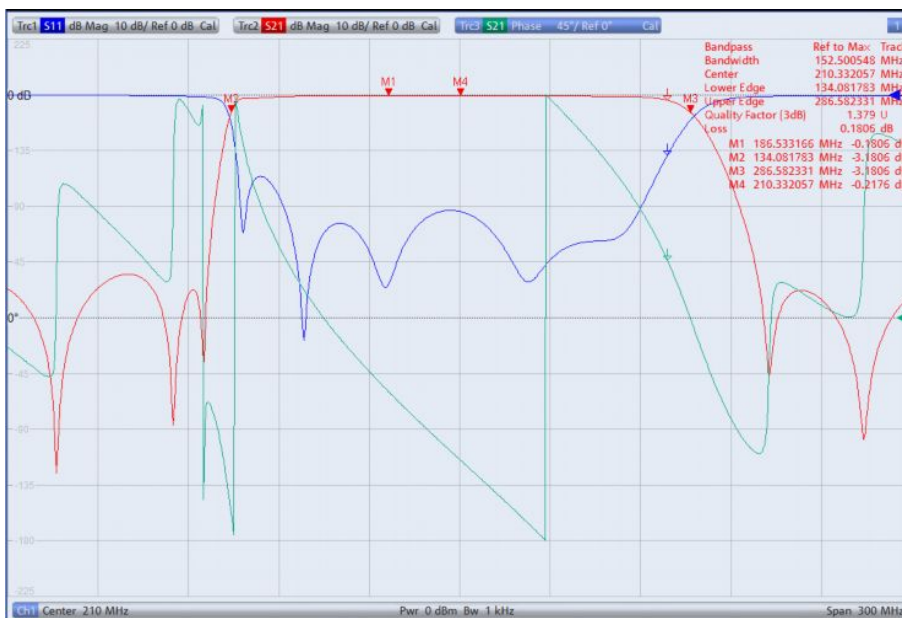

Рис. 2-33 – Отображение абсолютной центральной частоты полосы пропускания
- Выберите вкладку *Advanced* (Расширенные) и отключите функцию *Geometric Calculation of Bandfilter Center* (Геометрический расчет центра ПФ). Вместо среднего геометрического значения теперь отображается абсолютная центральная частота, равная 210,33 МГц (рис. 2-33).